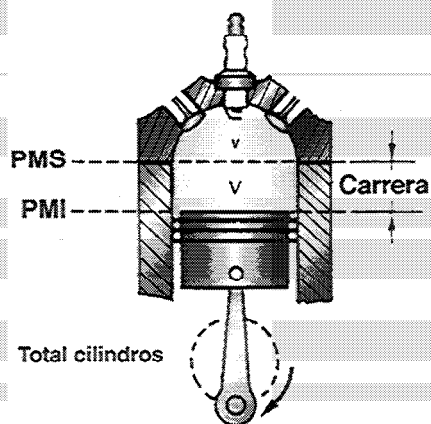

fig. 12
Es el volumen que desplaza el pistón del P.M.I. al P.M.S. (fig. 12).
Volumen comprendido entre la cabeza del pistón en P.M.S. y la culata (fig. 12).
Volumen comprendido entre la culata y el pistón cuando este está en el P.M.I. (fig. 12).
Relación entre el volumen total del cilindro (V) y el volumen de la cámara de combustión (v) (fig. 12).